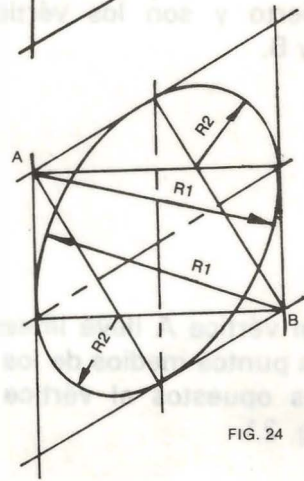

FIG. 24
- Haciendo centro en los puntos A y B y, tomando como radio la medida de las líneas que van de estos vértices al punto medio de los lados opuestos, trace los arcos que cierran la circunferencia en el dibujo isométrico. Fig. 24